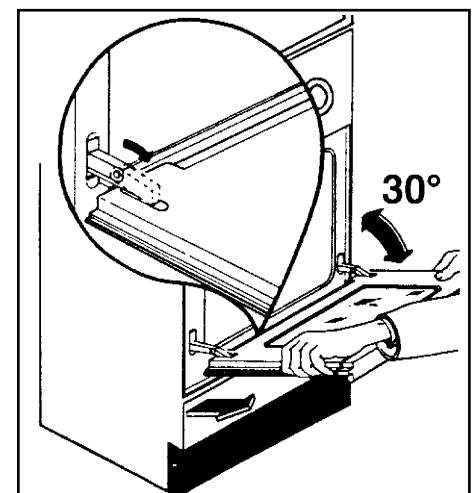

Fig. 8
- 5) Vuelva montar la puerta repitiendo al revés las operaciones arriba descritas. (Fig. 8)